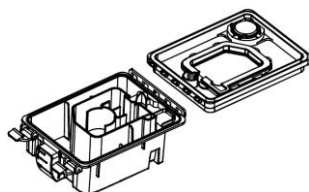

Fig. 5-5
(2) Limpeza da Câmara de Água: Limpe as duas peças da câmara como mostrado na Fig. 5-5. Pode também limpar com um pano macio (mergulhe-o em líquido de limpeza se necessário), passe bem por água, e seque-as com um pano suave.